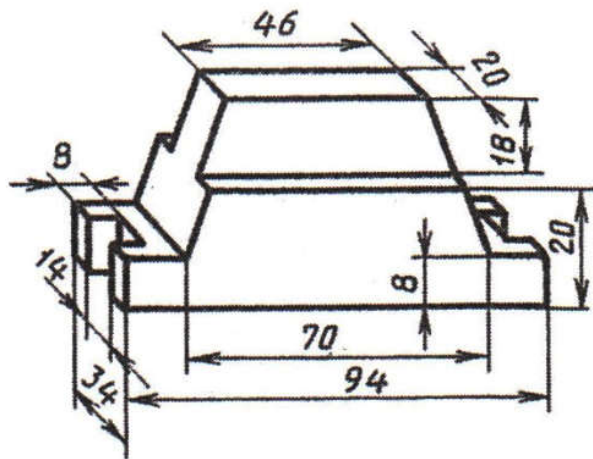

Рис.5
10. Выполнить построение 3D модели с использованием команд «Выдавить» и «Вытягивание» (рис.5,6,7)